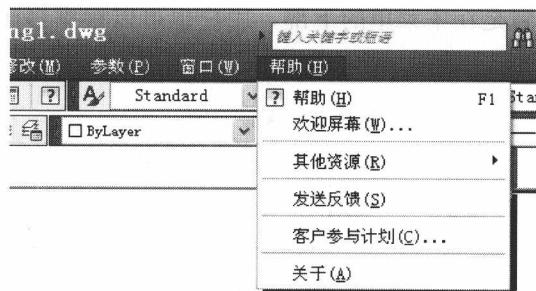

图 0-1 通过下拉菜单打开“帮助”文件
(1) 下拉菜单打开帮助文件。在 CAD 软件工作界面的下拉菜单中，往往都会有【帮助】菜单。单击这个菜单，就会出现“帮助”选项，如图 0-1 所示。
(2) 通过键盘输入打开帮助文件。由图 0-1 可知，下拉菜单的快捷键是 F1，通过单击 F1 键也可以打开“帮助”文件。